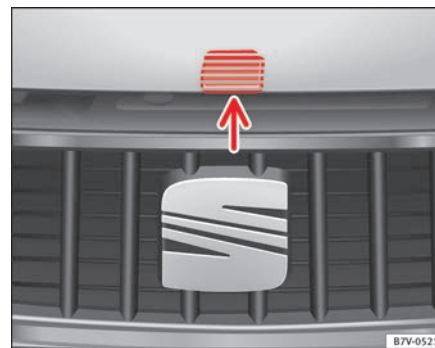

Abb. 167 Entriegelungshebel zum Öffnen der Motorraumklappe im Kühlergrill.
- Motorraumklappe am Entriegelungshebel anheben ⇒ **Abb. 167** (Pfeil) und ganz öffnen. Die Motorraumklappe wird durch die Gasdruckfeder gehalten.